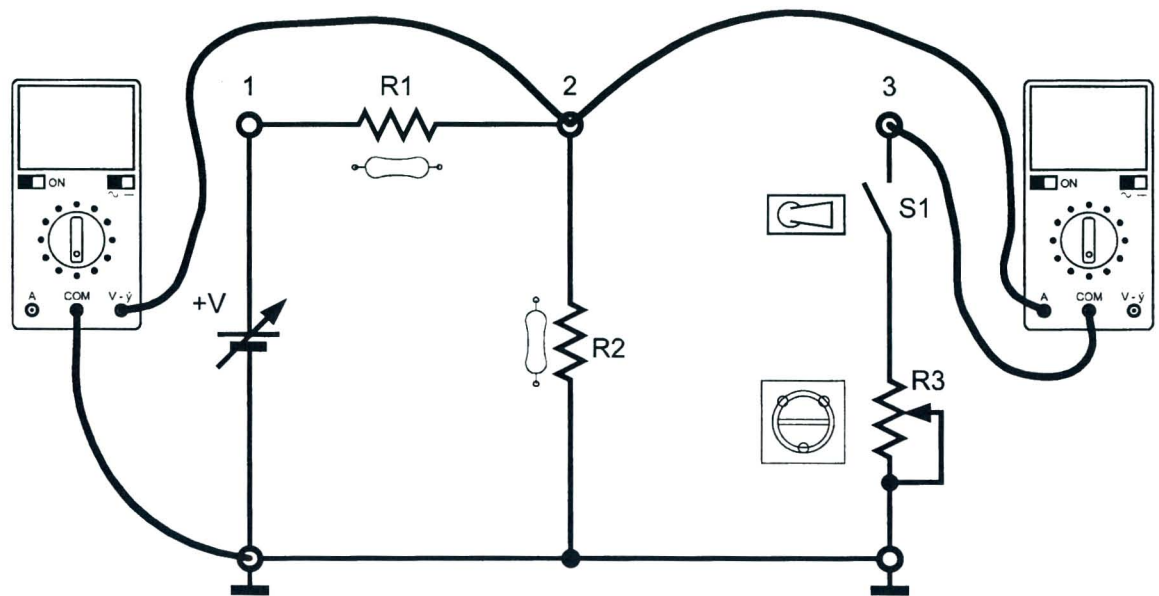

Fig. 9.2
6. conectar un multímetro digital, como un voltímetro de CC, y otro como un miliamperímetro, Fig. 9.2.;